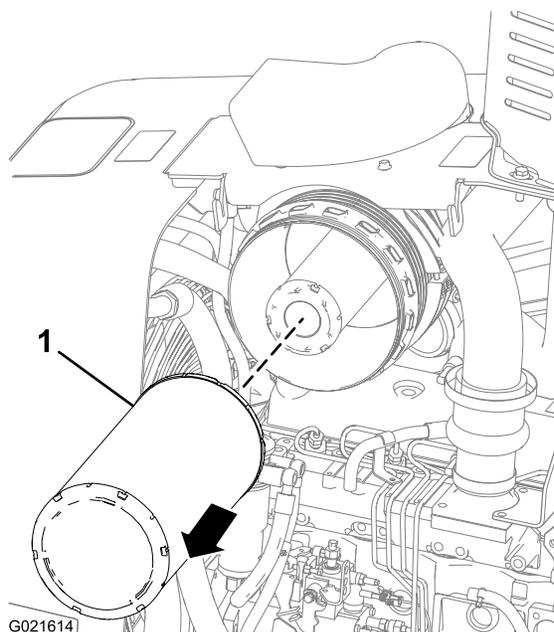

Figure 50
2. Tirez le préfiltre vers l'extérieur et sortez-le du boîtier du filtre à air (Figure 50).
- Insérez le préfiltre neuf dans le boîtier du filtre à air (Figure 50).